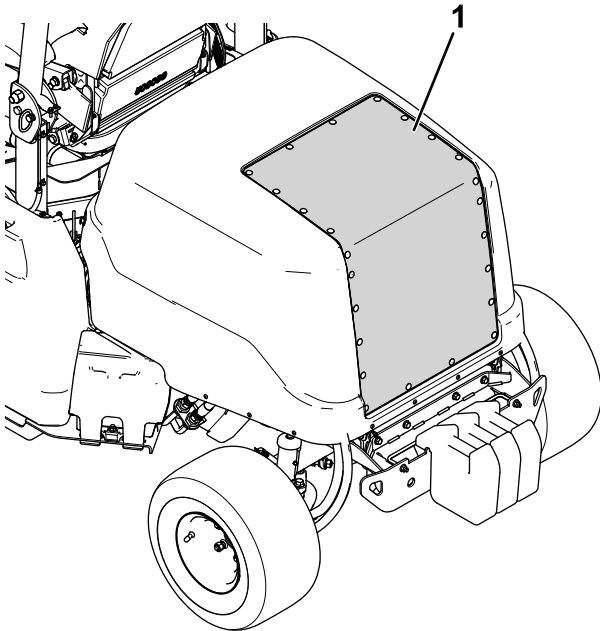

Bild 70
2. Reinigen Sie das Luftansauggitter mit Druckluft (siehe Bild 70). Richten Sie dabei die Druckluft vom Motorinnenraum nach außen.